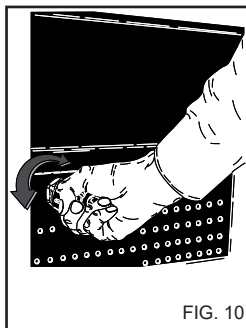

FIG. 10
El dispositivo regulador de presión, fig. 10, permite regular la presión de trabajo. Girando la empuñadura C en sentido antihorario (B) disminuye la presión de trabajo. La presión de trabajo se puede medir en cualquier momento.